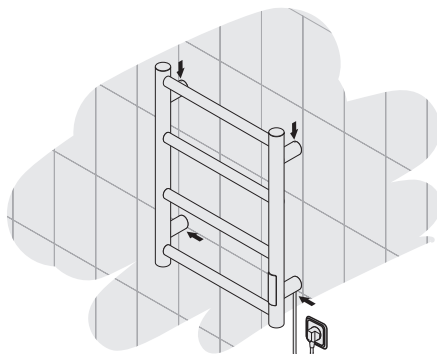

Рис.5
4.1.6. Произвести установку полотенцесушителя, используя стопорные винты (рис. 5).